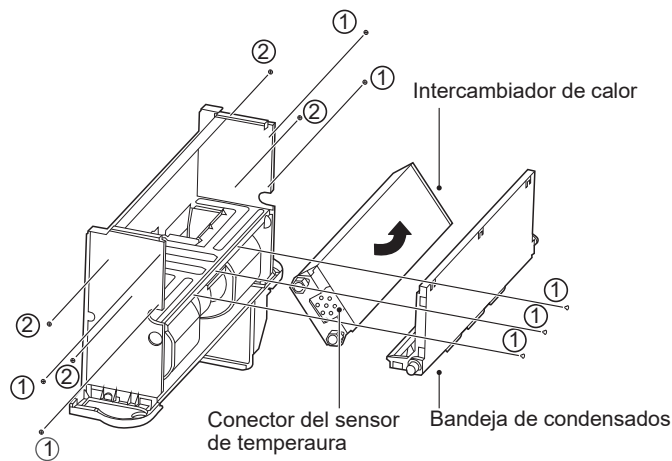

Figura 5-18
Como se muestra en la Figura 5-18, quite los tornillos ①\*7 para sacar la bandeja de condensados.